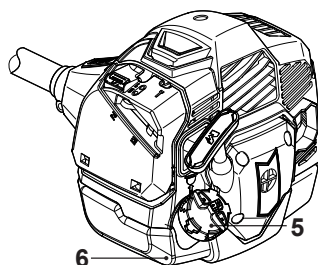

Fig. 10
- > Visser l'écrou bridé dans le sens de rotation indiqué, à l'aide de la clé [39] (Fig. 10).
- > Dévissez le bouchon du réservoir de carburant [5], puis ôtez-le (Fig. 10).